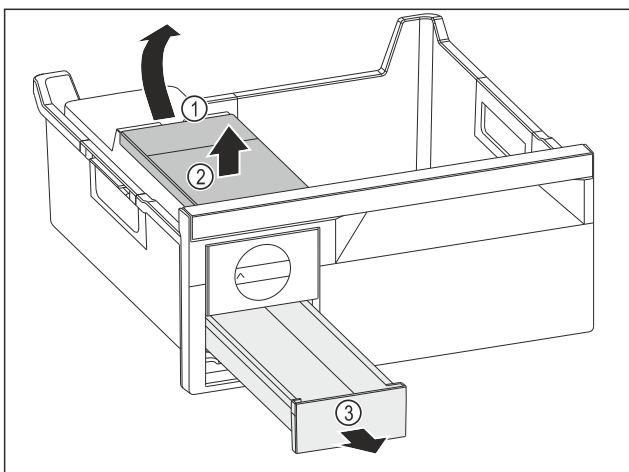

Fig. 129
- ▶ Watertank wegnemen: Watertank bij de uitsparing Fig. 129 (1) optillen.
- ▶ Watertank Fig. 129 (2) naar boven toe wegnemen.
- ▶ Ijsblokjesvak Fig. 129 (3) naar voren toe wegnemen.